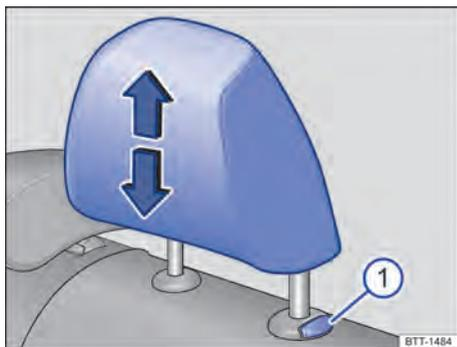
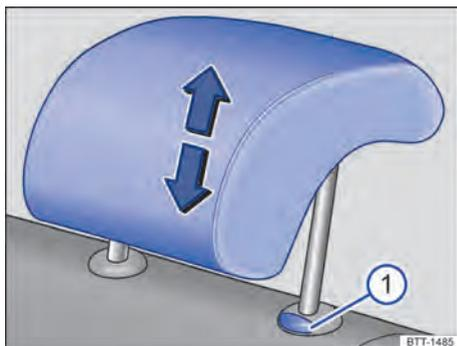

Fig. 63 Nos assentos laterais traseiros: regular o apoio para cabeça.
Fig. 64 No assento traseiro central: ajustar o apoio para cabeça.
1. Empurrar o apoio para cabeça para baixo com o botão pressionado → Fig. 63 ① ou → Fig. 64 ①.